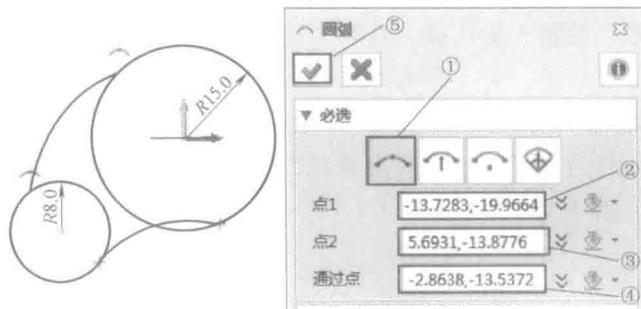

图 1-21 绘制两圆弧
3) 绘制圆弧。选择“草图→圆弧”进入圆弧命令栏，①选择“通过点”；②点 1 选择 R8mm 圆上任意点；③点 2 选择 R15mm 圆上任意点；④通过点随意选取；⑤确定绘制第 1 条圆弧，并以同样的步骤绘制第 2 条圆弧，如图 1-21 所示。